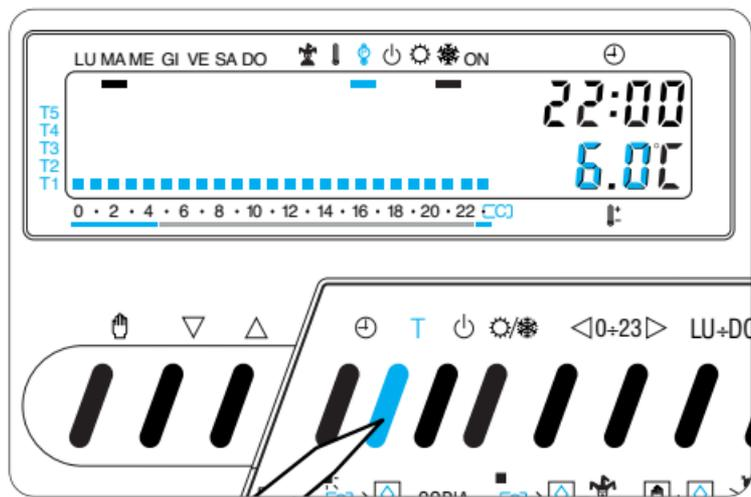

Fig. 64
**17.1 -** Premere il pulsante T (fig. 64).